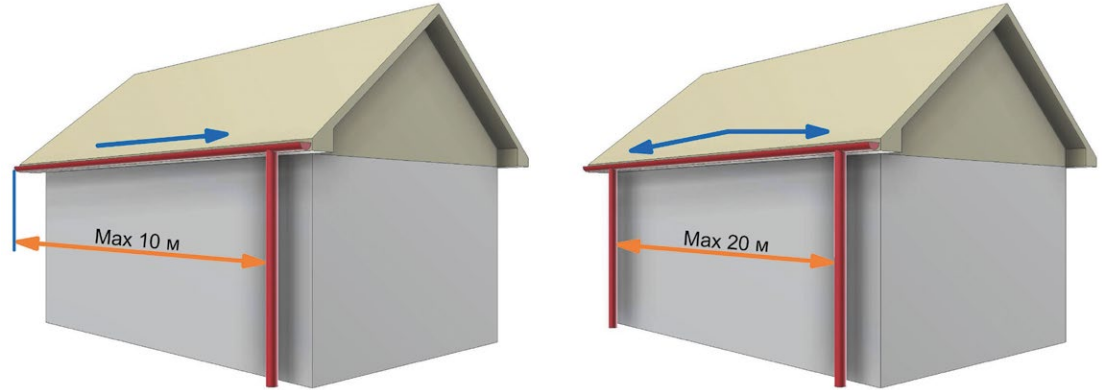

Рис. 5 Максимально допустимая длина желоба
- 3.4 Максимально допустимая длина желоба, при расположении одной воронки в конце линии водосбора, не должна превышать 10 метров, а при монтаже двух воронок на крайних точках линии водосбора – 20 метров (Рис. 5).